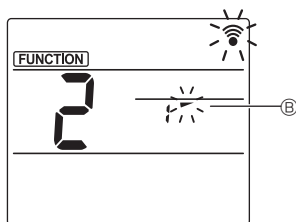

Fig. 3-3
- ③ Ställa in vinkeln på fläktblad (Fig. 3-3) Tryck på knapparna [▲] för att ställa in vinkel ② på fläktblad. Rikta den trådlösa fjärrkontrollen mot mottagaren på inomhusenheten och tryck på knappen [SET].
- ④ Tryck på knappen [MENU] för att spara inställningarna.